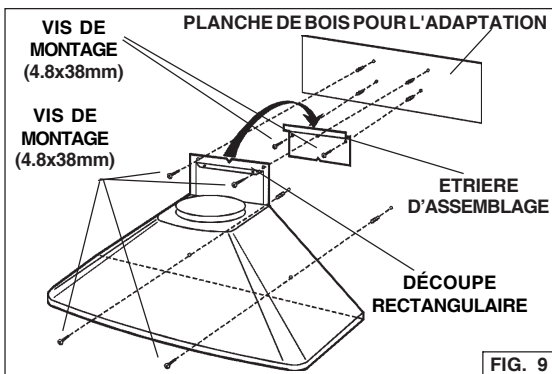

FIG. 9
- Alignez l'ouverture rectangulaire située à l'arrière de la hotte avec le support de fixation murale. Abaissez lentement la hotte jusqu'à ce qu'elle s'emboîte avec le support (fig. 9).
- Mettez la hotte à niveau et fixez-la au moyen de (4) vis de montage. Si vous ne disposez pas de poteaux de cloison ni d'armature, utilisez les ancres murales fournies (fig. 9).